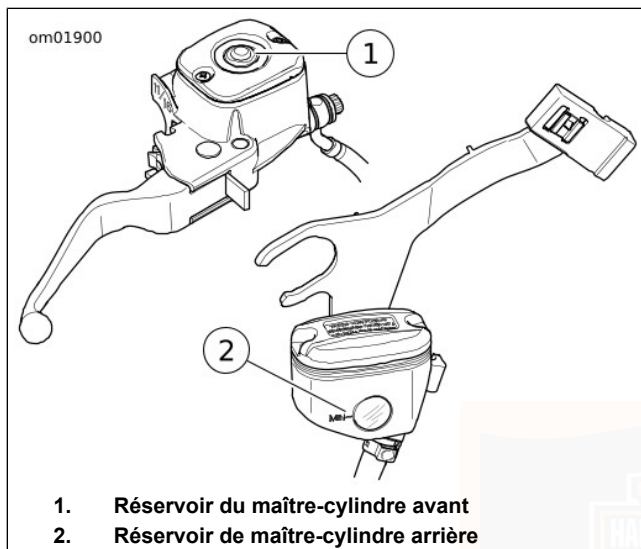

Figure 62. Jauge à vitre du liquide de frein (FLRT)
1. Voir Figure 61 et Figure 62. Vérifier le niveau du liquide dans le réservoir de maître-cylindre de frein. Placer le véhicule sur une surface plate et de niveau. Tourner le guidon de façon à ce que le maître-cylindre soit de niveau.